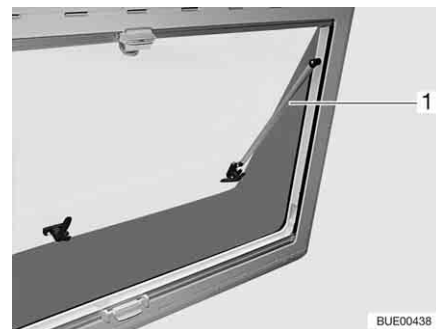

Fig. 50 Finestra apribile con deflettore automatico
- Aprire la finestra apribile fino al punto di arresto desiderato. Il deflettore automatico (Fig. 50,1) si innesta automaticamente in posizione.